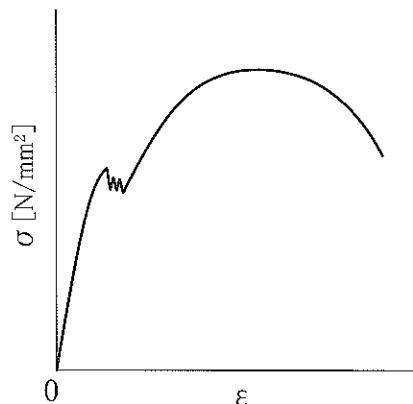

図2
- (1) 図2は、軟鋼の引張試験で得られた図である。この図を(a)という。
- (2) (b) 硬さ試験は、ハンマを材料に落下させ、その反発高さを測定して硬さを求めることができる。
- (3) (c) 衝撃試験は、振り子形のハンマで試験片を破断し、金属の粘り強さを調べる試験である。
- (4) 疲労試験から繰返し応力と繰返し回数の関係が調べられる。この関係を示したもののが(d)である。
- (5) アルミニウムや黄銅の引張試験では、軟鋼のような降伏点が得られない。その代わりに、0.2%の永久ひずみから求めた応力を用いる。これを(e)という。